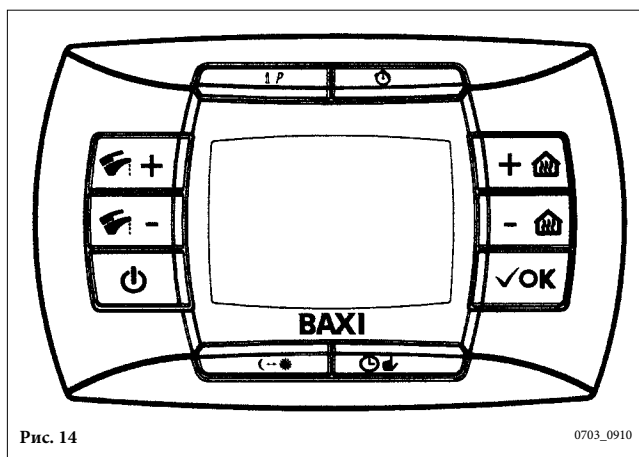

Рис. 14
- нажать и держать нажатой кнопку  и затем нажать  (см. рис.14).